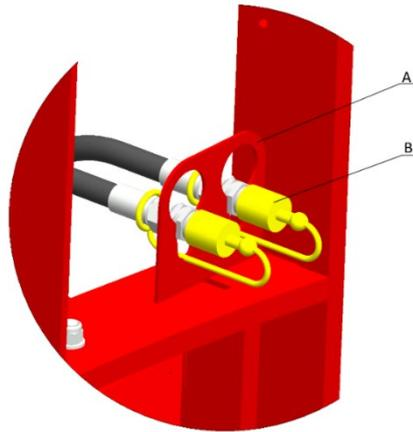

Abbildung 11. Haltearm für Hydraulikleitungen
- Trennen Sie die Krafthydraulikanlage ab und sichern Sie die Hydraulikleitungen in ihren Halterungen am Hauptrahmen des Ballenwicklers (**Abb. 11 - A**).
Die Hydraulikanschlüsse müssen immer sauber gehalten werden. Nach Gebrauch ist die mit der Maschine gelieferte Kunststoffkappe aufsetzen (**Abb. 11 – B**).